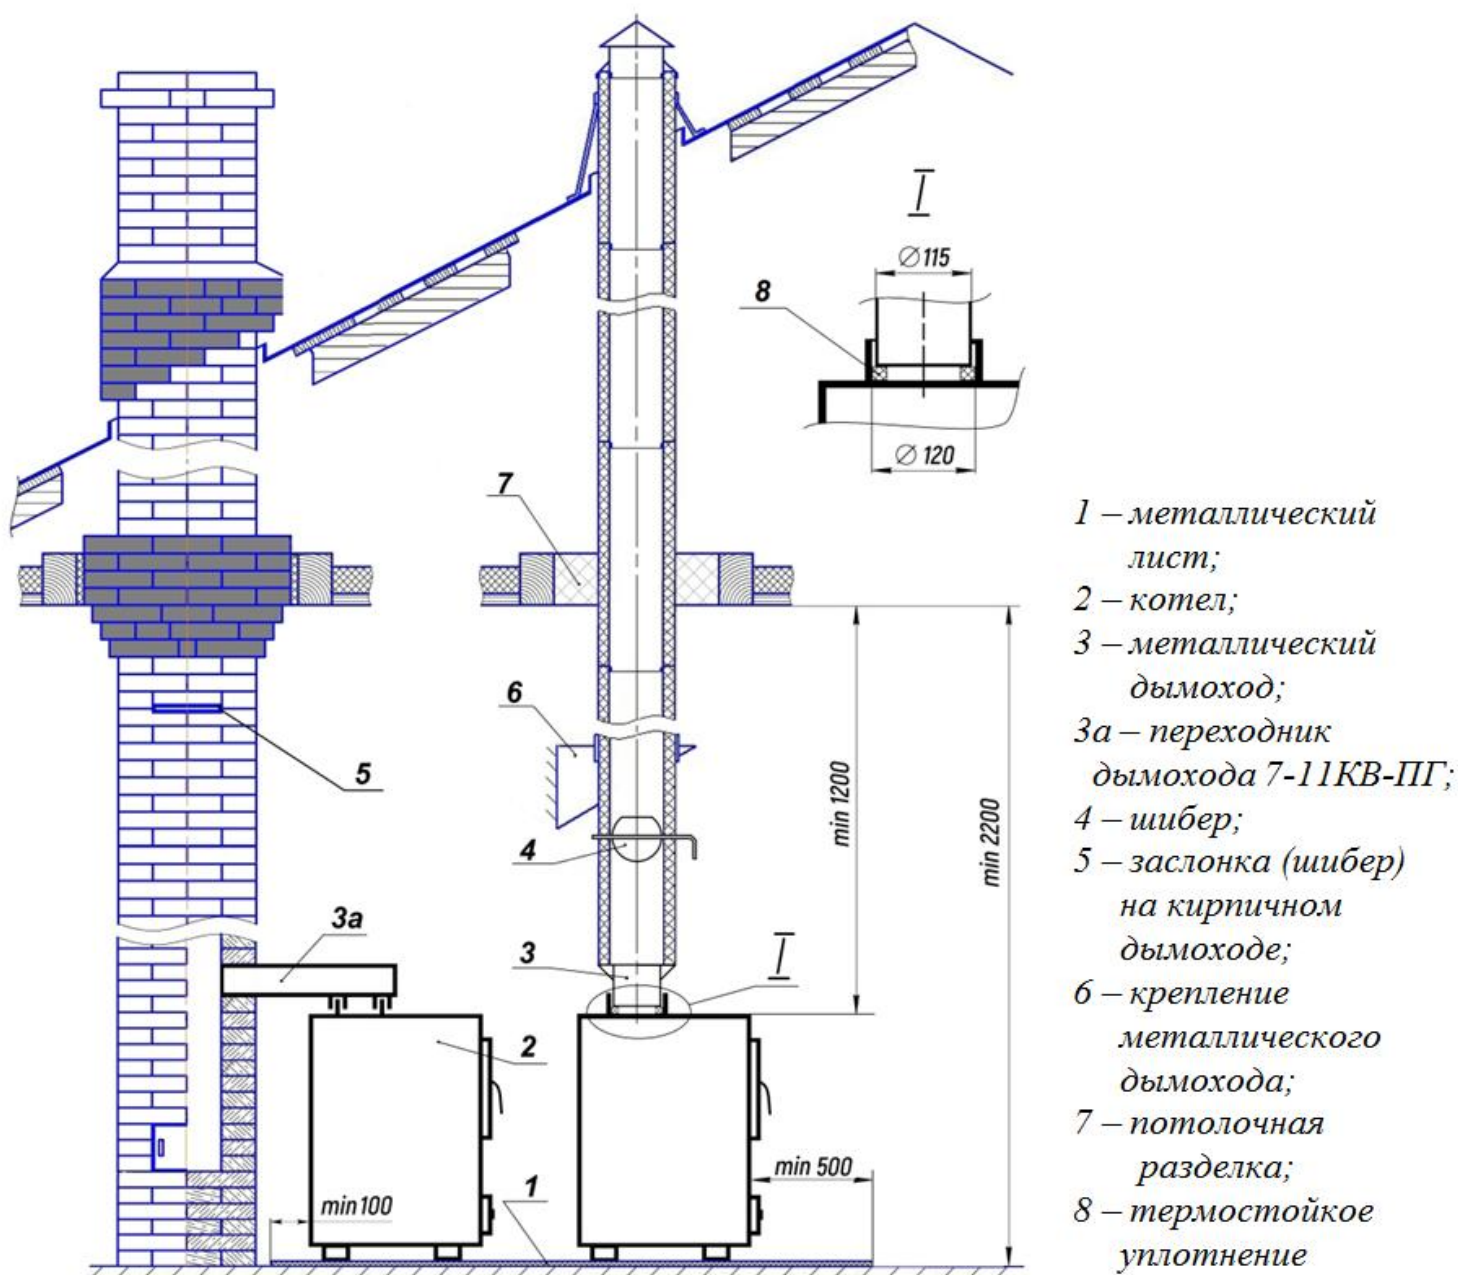

Рисунок 2. Схема монтажа котла и дымовой трубы (подробности см. в Руководстве по выбору, монтажу и эксплуатации котла).
5.5. Патрубок дымохода расположен на варочной плите. Верхнее расположение дымового патрубка предназначено для подключения котла к вертикальной стальной дымовой трубе (см. *рис. 2*).
5.6. Для подключения котла к кирпичной трубе можно использовать переходник 7-11 КВ-ПГ (*поз. 7 на рис. 2*), – см. дополнительную комплектацию на с. 11.